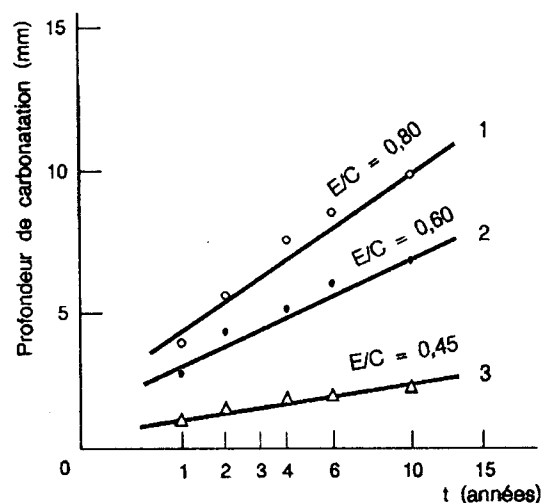

Fig 2.111 - Évolution de la profondeur de carbonatation en fonction du temps et du rapport E/C (20 °C - 50% HR).
- \* Diminuant le rapport **E/C** (Fig.2.111)